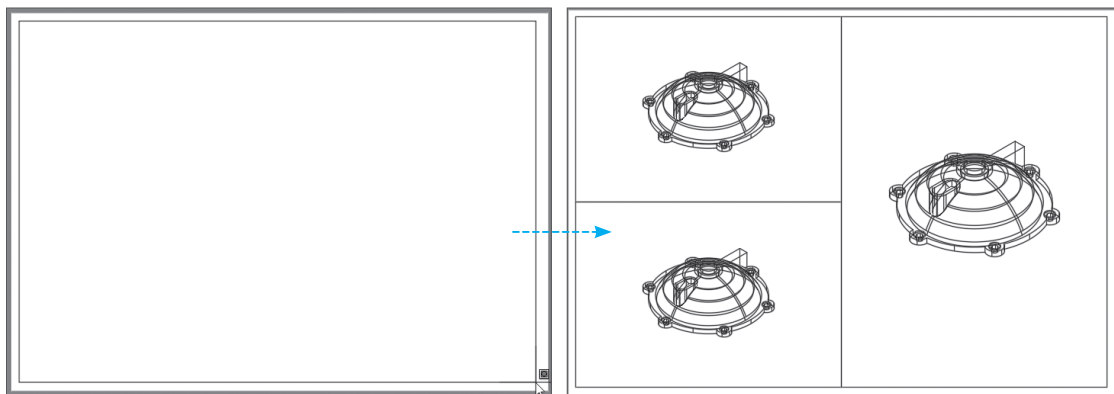

图 1-50
**步骤 03** 按住鼠标左键不放，拖曳鼠标绘制该视口，如图1-50所示。